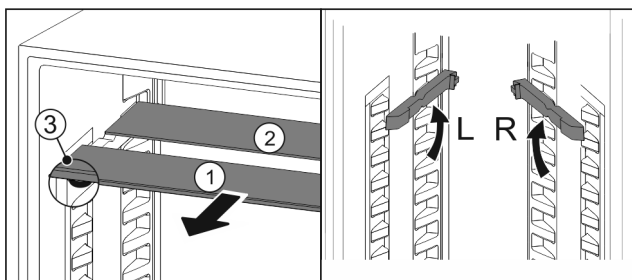

Fig. 73
- ▶ Skleněné desky jednotlivě vytáhněte dopředu Fig. 73 (1).
- ▷ Skleněná deska Fig. 73 (1) s ozdobnou lištou leží vpředu.
- ▷ Zarážky Fig. 73 (3) směřují dolů.